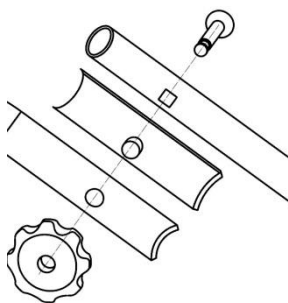

Fig. 3A
A). Utilisez des boulons pour passer à travers la barre supérieure et inférieure et le manchon isolant en séquence selon la Fig. 3A ;